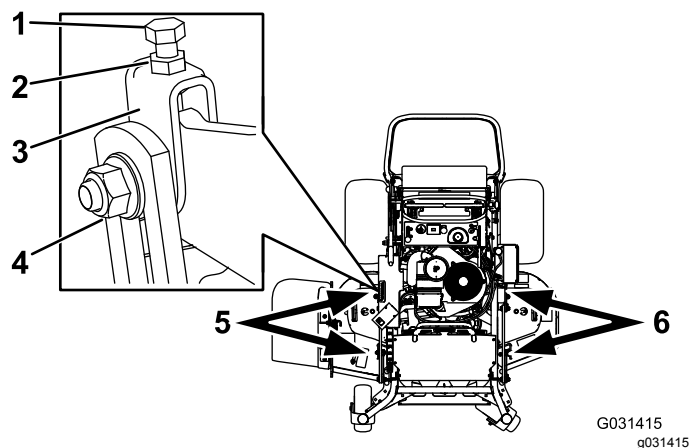

Bild 88
1. Lockern Sie die seitliche Mutter und Klemmmutter in den Jochs, die Sie einstellen möchten (Bild 88).
2. Drehen Sie die obere Schraube der Jochs, um die Höhe des Mähwerks einzustellen (Bild 88).